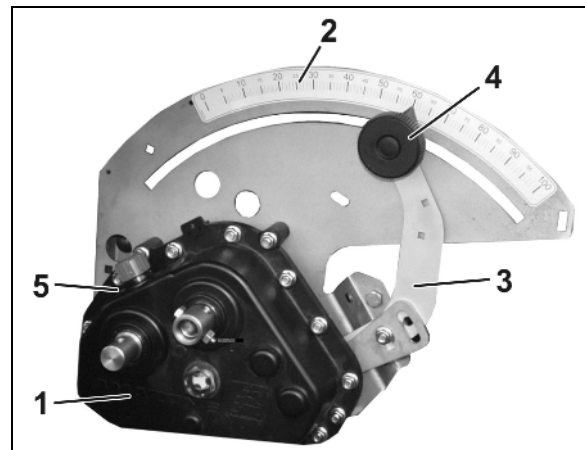

Рис. 16
- двумя дозаторами посевного материала для (Рис. 16/1)
- одним дозатором удобрения, опция (Рис. 16/2)